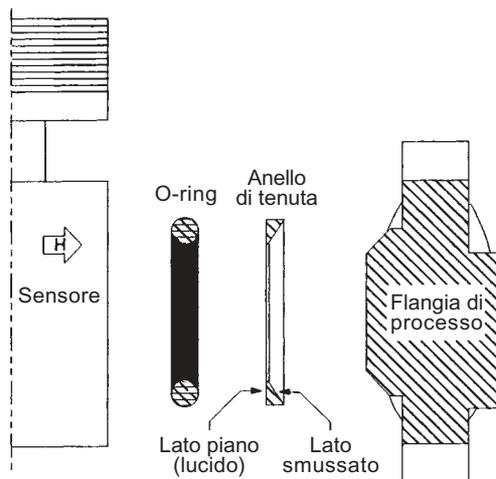

Fig. 5.2 - Montaggio degli anelli di tenuta
Nei trasmettitori per alta pressione A5, M5, M6 e di alta pressione statica H2, H3, H4, H5 e per i sensori con diaframmi in Tantalio che usano O-ring in Buna-N o Viton, devono essere impiegati gli anelli di tenuta metallici (28) per evitare l' estrusione degli O-ring. Essi però non vanno usati quando si usano O-rings in Teflon o flange con inserti Kynar (PVDF). Fare attenzione a non piegare gli anelli e verificare che non presentino ondulazioni, fessure ecc. La faccia piana, che è più lucida di quella smussata, va montata contro l'O-ring (Fig. 5.2). Nei modelli con O-ring in Teflon vanno usati O-ring a molla. Vedere l'elenco delle parti di ricambio per il numero di parte appropriato.